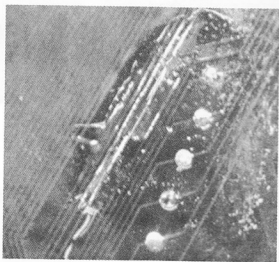

图 4-6 补好的线
(3) 找一根与 PCB 断裂处的线路粗细一致的铜丝（有专用飞线焊材，也可以使用吸锡线里的铜丝）用同样方法来把铜丝加上焊锡。把铜丝放在 PCB 断线处，使用烙铁加热就可以把断线修补上了，如图 4-6 所示。